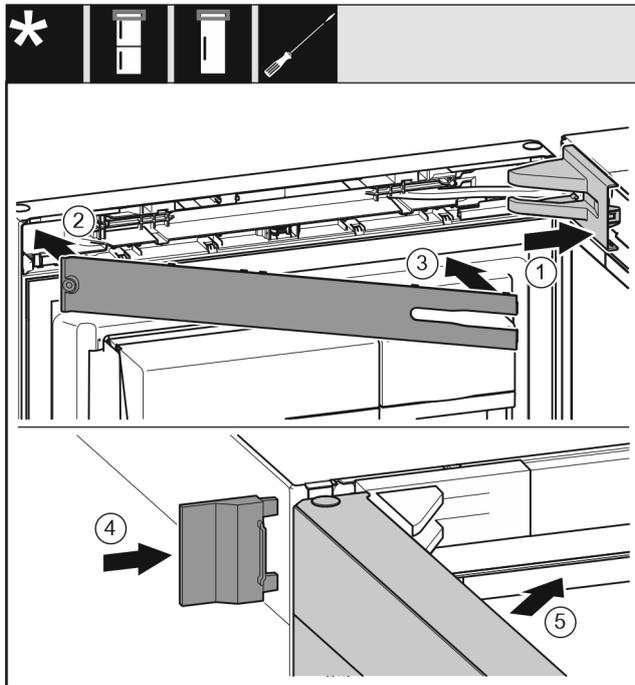

Fig. 31
- ▶ Установите и зафиксируйте крышку опорного кронштейна Fig. 31 (1), при необходимости осторожно разожмите ее.
- ▶ Установите накладку Fig. 31 (2).
- ▶ Накладка Fig. 31 (3)
- ▶ Надвиньте внешнюю крышку Fig. 31 (4).
- ▶ Закройте верхнюю дверь Fig. 31 (5).